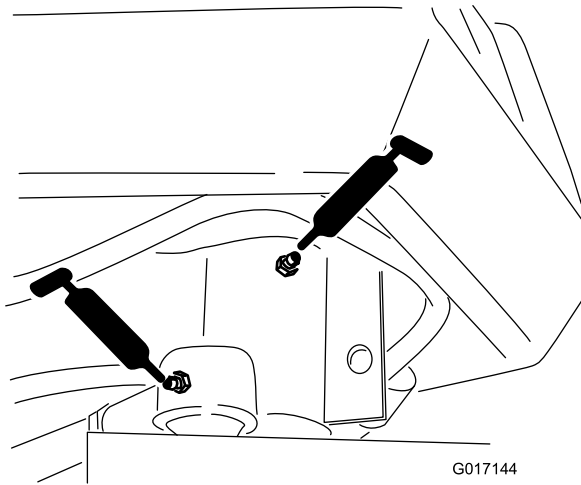

Figure 37
- Axe de fourche de direction (1) (Figure 37)
- Extrémité de tige de vérin de direction (Figure 37)